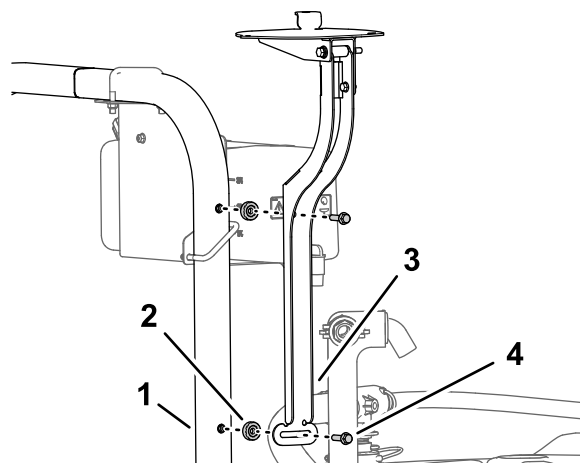

Рисунок 156
- Установите крепление приемника и проставку ($\frac{3}{8}$ x $7/16$ дюйма) на защитную дугу с помощью болта с фланцевой головкой ($\frac{3}{8}$ x $1\frac{1}{2}$ дюйма), как показано на Рисунок 156.